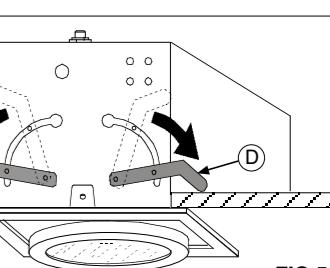
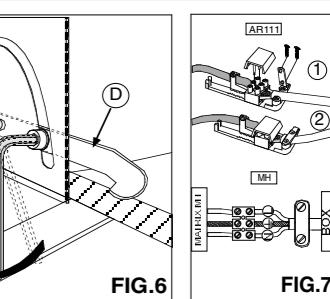

FIG.5
FIG.6
tighten the screws inside the housing with a 3mm. key (FIG.6).
• (Apparecchi con attacchi "G8,5 e G12") (FIG.5) Collegare il cavo di uscita dell'apparecchio ad un sistema di alimentazione (reattore + accenditore) idoneo al tipo e potenza della lampada. En función de la potencia de la lámpara, se debe utilizar la lámpara metálica apropiada al tipo y potencia de la lámpada. En función de la potencia de la lámpara, se debe utilizar la lámpara metálica apropiada al tipo y potencia de la lámpada.
• Bloccare l'apparecchio abbassando le staffe D (FIG.5) e stringere le viti all'interno del cassetto con chiave a brugola da 3 mm (FIG.6).
• (Light fixtures with sockets "G8,5 and G12"). (FIG.5) Connect the secondary cable of the light fitting to a control gear box (ballast + ignitor) suitable to the type and power of the lamp.
• (Leuchten mit lampenfassungen, "G8,5 und G12") (FIG.5) Das Kabel am Geräteausgang mit einem Gerätekasten verbinden (Vorschaltgerät + Zündgerät), das dem Typ und der Leistung der Lampe entspricht.
• Bloquear la luminaria bajando las abrazaderas D (FIG.5) y apretar los tornillo en el interior del cajón con una llave de 3 mm (FIG.6).